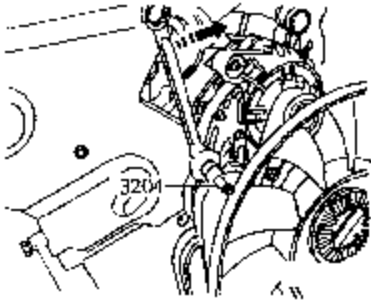

图 2-11 拆卸动力转向泵、粘液型风扇和发动机的多楔带
(11) 用专用工具 3204 松开动力转向泵、粘液型风扇和发动机的多楔带，如图 2-11 所示。